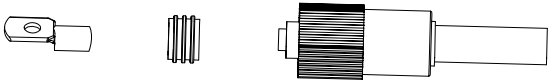

Fig. 3.3
a) Passare il cavo attraverso il terminale, come mostrato in Fig. 3.3.